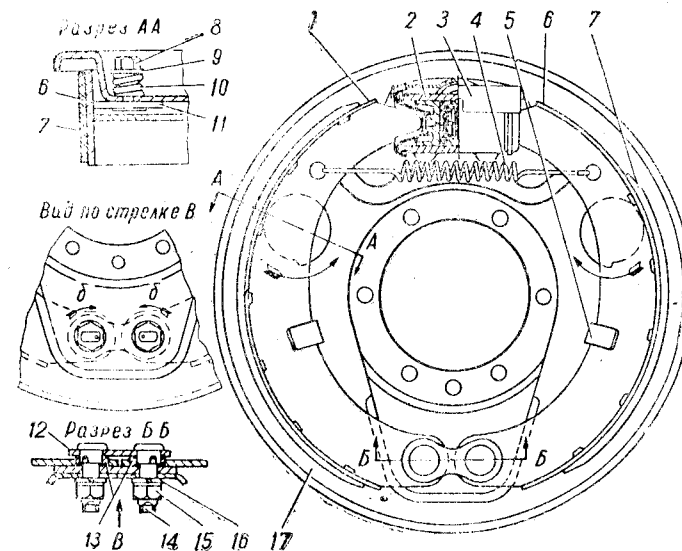

Рис. 66. Рабочий тормоз:
- 2 Вращая колесо, постепенно поворачивать болт 8 (рис. 66) регулировочного эксцентрика 11 колодки 1 в направлении, указанном стрелками, до тех пор, пока колесо не затормозится.
<p>При правильной регулировке тормозов и отсутствии воздуха в системе гидропривода педаль тормоза при нажатии на нее ногой не должна опускаться более, чем на половину хода, после чего должна ощущаться «жесткая» педаль.</p> <p>При движении автомобиля тормозные механизмы не должны нагреваться.</p> <p>При торможении автомобиль не должно уводить в сторону.</p> <p style="text-align: center;">Полная регулировка</p> <p>Производится при смене фрикционных накладок, колодок или расточке барабанов.</p> <p>1 Вывесить колесо с помощью домкрата.</p> <p>2 Ослабить гайки 15 опорных пальцев 14 и установить опорные пальцы в положение метками внутрь.</p> <p>3 Нажимая на педаль тормоза с силой 12—16 даН (12—16 кгс), повернуть опорные пальцы в направлении, указанном стрелками «б» (рис. 66), так, чтобы нижняя часть накладки касалась тормозного барабана.</p> <p>4 Затянуть в том положении гайки опорных пальцев и повернуть регулировочные эксцентрики так, чтобы они касались тормозных колодок.</p> <p>5 Прекратить нажатие на педаль, повернуть регулировочные эксцентрики в обратном направлении настолько, чтобы колеса вращались свободно.</p> <p>6 Проверить правильность регулировки тормозов.</p> <p style="text-align: center;">ЗАПОЛНЕНИЕ ГИДРАВЛИЧЕСКОГО ПРИВОДА ТОРМОЗОВ ТОРМОЗНОЙ ЖИДКОСТЬЮ</p> <p>Исполнители: автомобильный механик и водитель.</p> <p>Инструмент и приспособления: ключи гаечные 10 и 24 мм, шланг для прокачки тормозов, стеклянный сосуд емкостью не менее 0,5 л.</p>